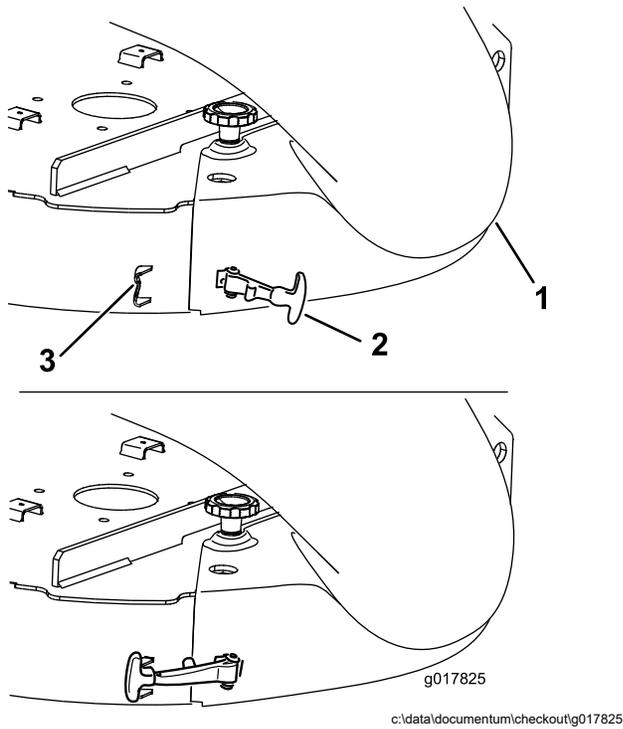

Figura 27
5. Enganche el cierre flexible del conducto en el soporte de retención soldado a la carcasa de corte, detrás del orificio (Figura 27).